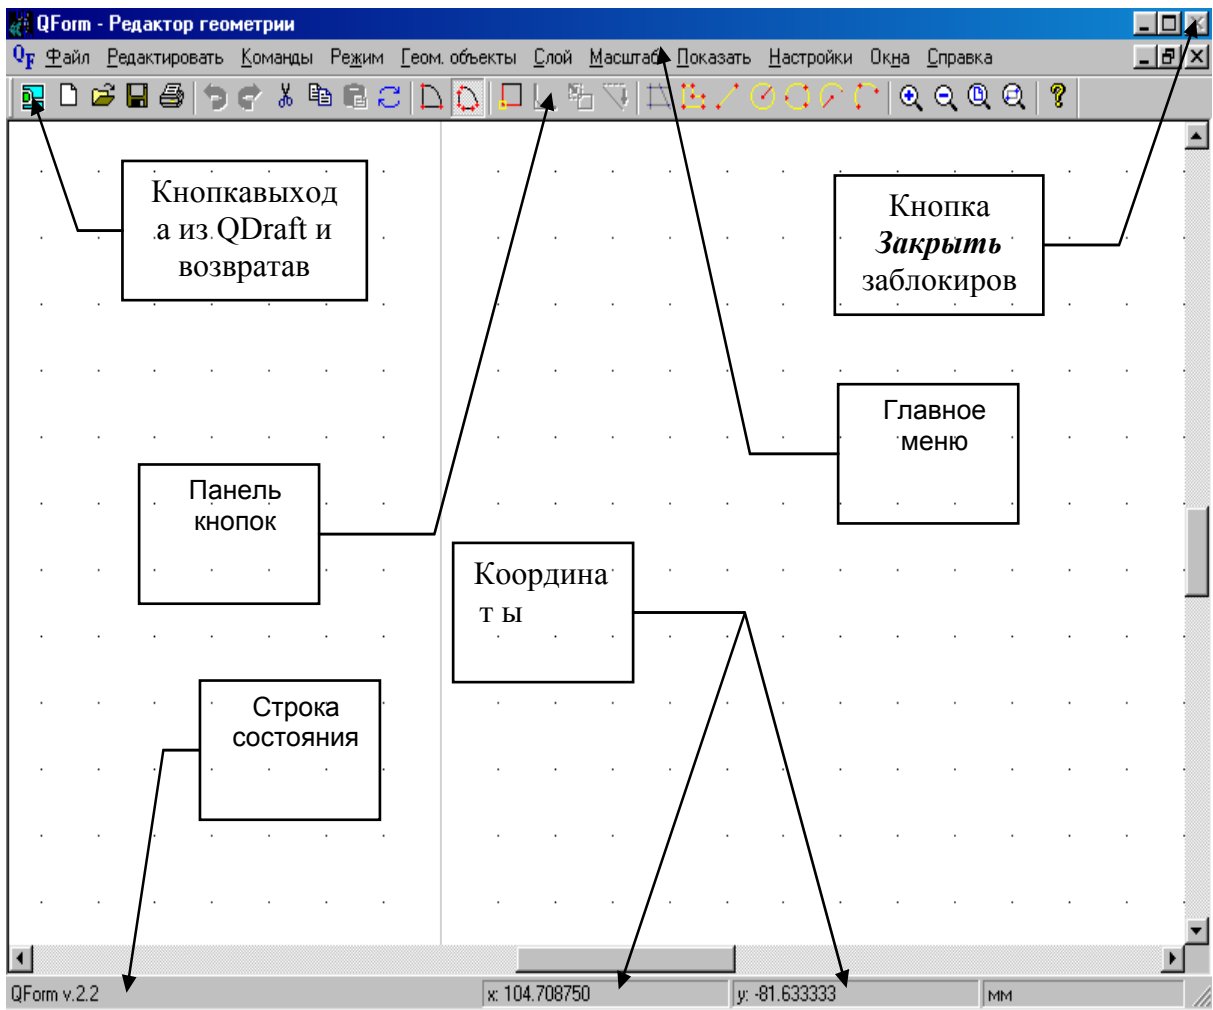

Рисунок 1.2 - QDraft - главное окно
3. Путем контекстного вызова – через мастер подготовки исходных данных. Для этого выберите закладку Геометрия и дважды щелкните левой кнопкой мышки на необходимый для редактирования файл. Появится начальное окно графического редактора QDraft (рис. 1.2).